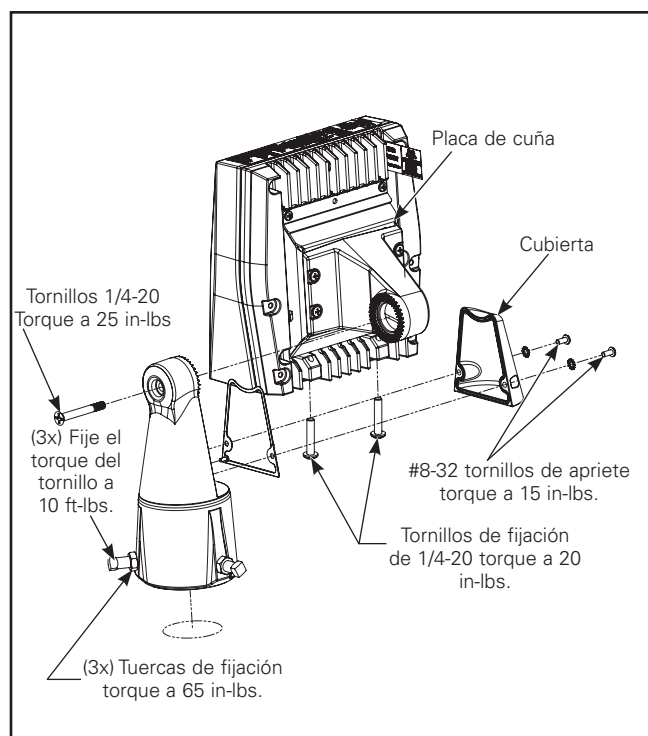

Figura 7. Axcent pequeño
3. Conecte el conjunto del muñón a la luminaria y apriete los (2) tornillos estrella de 1/4 -20 a 20 in-lbs (Figura 7). Asegúrese de que los cables de suministro de la luminaria no estén apretados entre la placa de cuña y la carcasa.